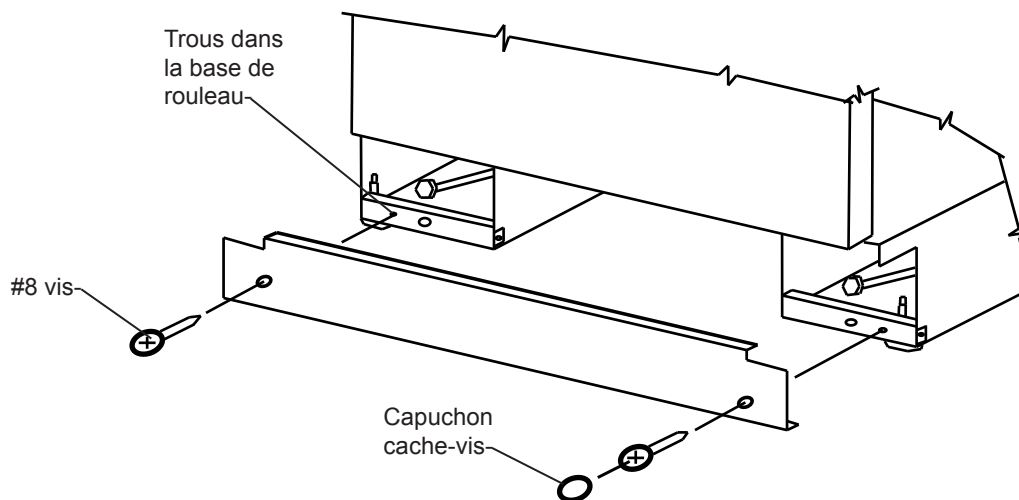

Figure 28
Utilisez deux (2) vis de tôle #8 (fournies) pour faciliter le maintien en place de la plaque de plinthe. Montez les vis dans les trous de la base à rouleau. Cachez les têtes de vis avec les capuchons fournis (Voyez la Figure 28).